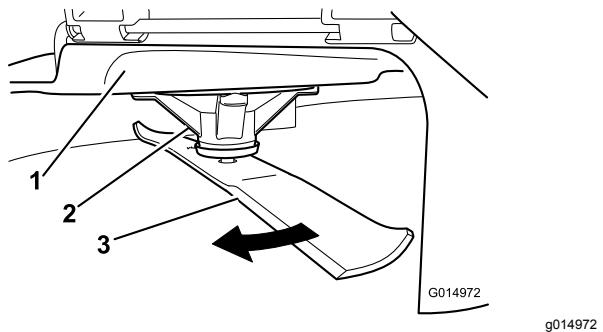

Figura 90
- Llevando guantes fuertemente acolchados u otro tipo de protección apropiada para las manos, gire la cuchilla lentamente hasta una posición que permita medir la distancia entre el filo de corte y la superficie nivelada en la que descansa la máquina (Figura 90).